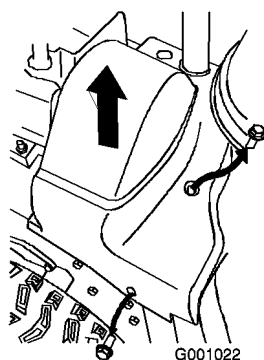

Figura 38
2. Alzate il lato destro del paracinghia (Figura 38).